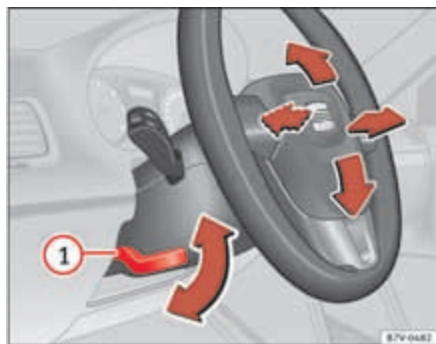

Fig. 133 Ajuste mecánico del volante.
- Mueva la palanca ⇒ fig. 133 ① hacia abajo.
- Tras ajustar la columna de la dirección, empuje firmemente la palanca ⇒ fig. 133 ① hacia arriba para que el volante no cambie de posición accidentalmente durante la marcha.